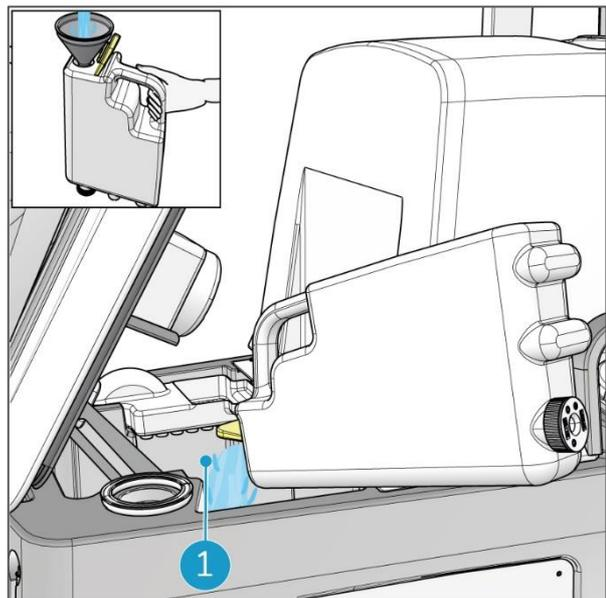

Abbildung 53
3. Halten Sie den Reinigungsmitteltank am Griff und gießen Sie ca. 2 l Wasser mithilfe eines Trichters ein. Schütteln Sie den Tank. Gießen Sie den Inhalt in den Schmutzwassertank (Abbildung 53, Pos. 1).